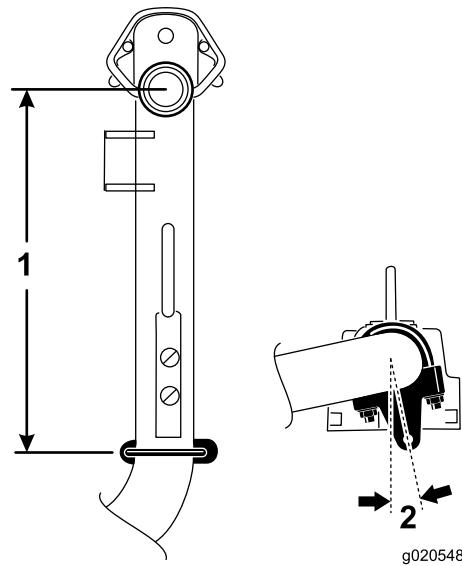

**Figure 6**
4. Sur les bras de levage n° 2 et 3, positionnez les supports et les étriers filetés à 38,1 cm derrière l'axe du pivot (Figure 6).